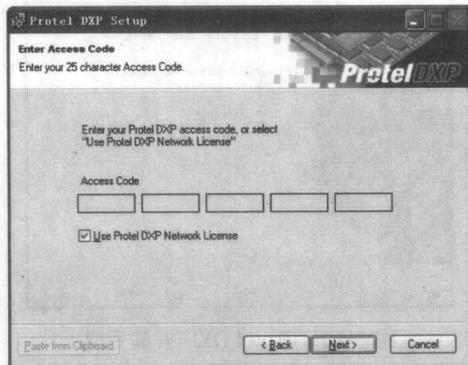

图1-7 Protel DXP注册码信息
■步骤5：单击Next按钮，进入Protel DXP安装注册码对话框，可以暂时不填写注册码（当然也可以填写注册码），选择Use Protel DXP Network License，如图1-7所示。